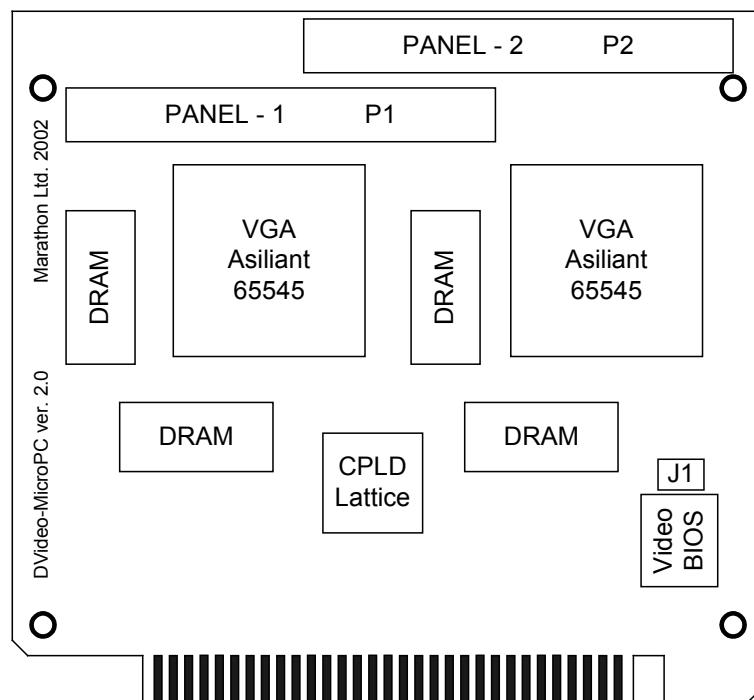

Рис. 1. Внешний вид изделия.
Внешний вид изделия показан на рис. 1.
6.1 Перед установкой изделия изучите расположение функциональных разъемов (рис. 1).